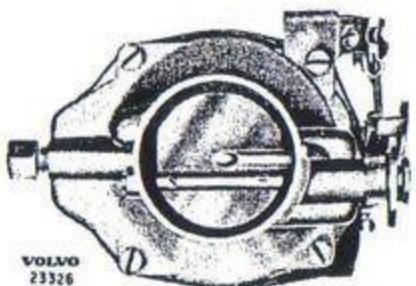

Bild 37. Montering av chokespjäll.
3. Spjället skall vändas så att bokstäverna "RP" kommer uppåt, när spjället är slängt. Se bild 37.